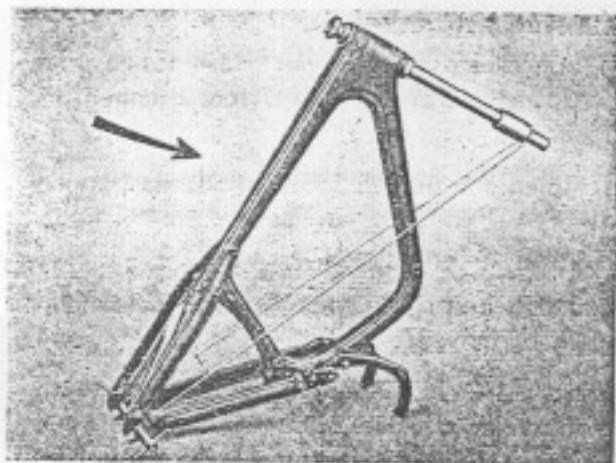

Bild 201. Prüfen des Rahmens mittels Prüfdorn Nr. 01841
setzen, starkes Ende nach unten (Bild 201).
zeigt, oder Prüfschnur so spannen, wie Bild 201 zeigt, und prüfen, ob Rahmenteile (Vorderstrebe, Sattelstrebe, Hintergabelscheiden) an beiden Seiten gleichen Abstand von Lineal bzw. Schnur haben.
9. Bei RT-Modellen prüfen der Stellung des Lenkkopfes durch Anvisieren von vorn (ohne eingesetzten Prüfdorn), Prüfen des Rahmens auf Verzug, mittels Prüfschnur, die, wie Bild 201 zeigt, um Rahmenlenkkopf und Hintergabelenden gelegt wird.